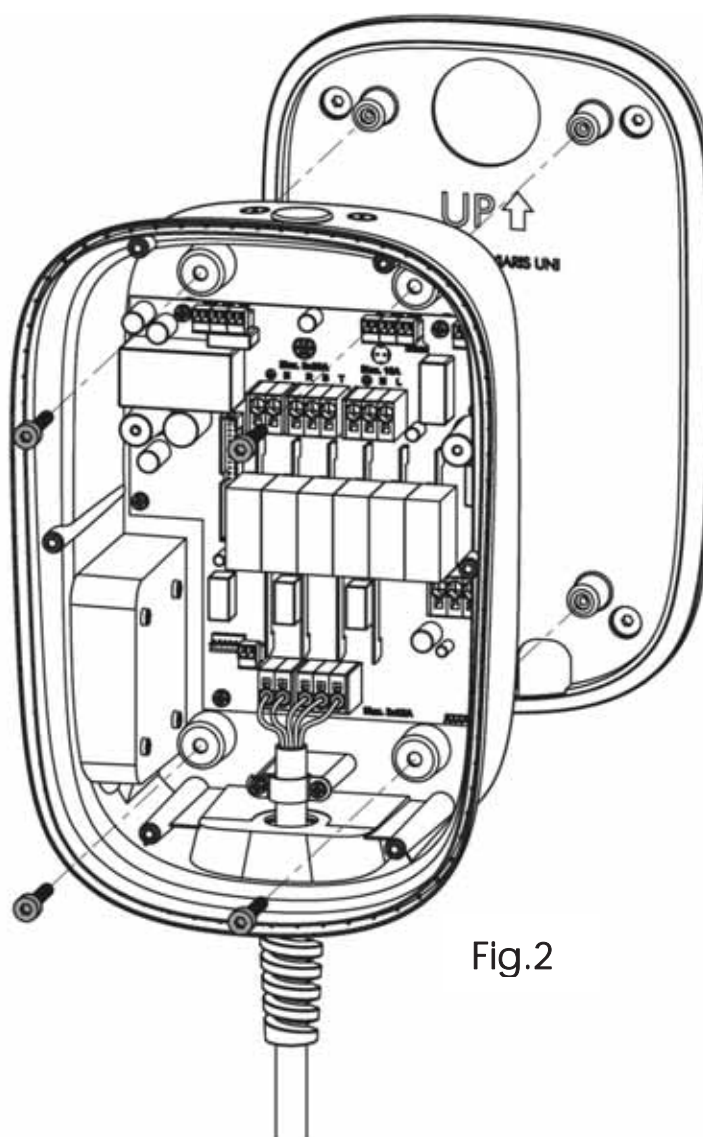

Fig.2
- Fastgør opladeren til montering ved hjælp af fire M6 skruer (leveres). **Fig. 2**